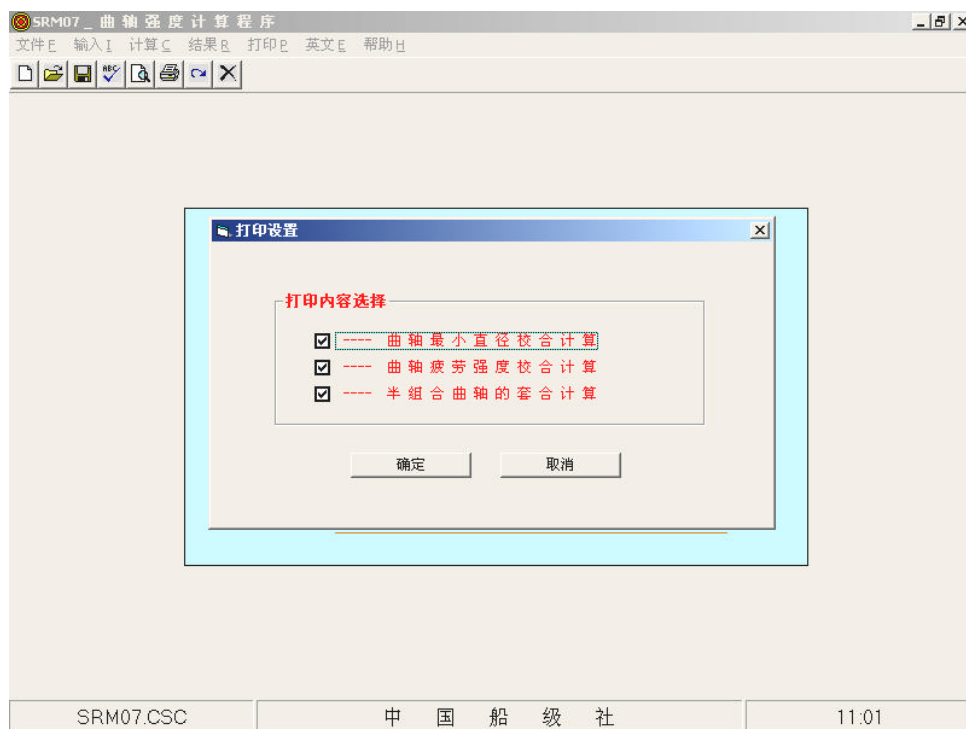

图 4.4
- 返回主菜单按“打印”钮，这时显示打印方式选择窗口，如图 4.4 所示。